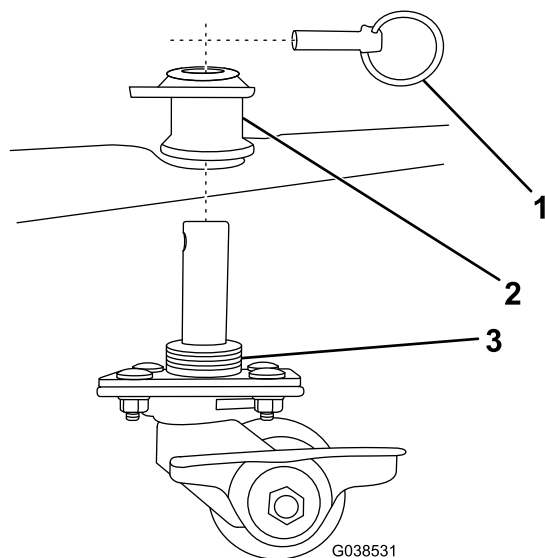

Figura 10
- 4. Coloque las zapatas de las ruedas giratorias grandes en los portazapatras traseros de la pala y fíjelos con un pasador de seguridad (Figura 10).